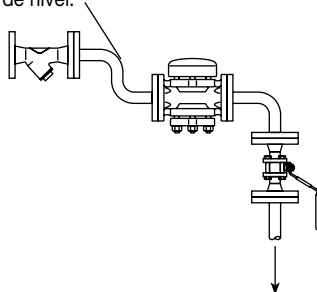

Fig. 3 Instalación típica
3.4 Instalarlo preferiblemente en una tubería horizontal con la tapa en la parte superior (ver Fig. 3). El purgador puede ser instalado en otras posiciones pero puede verse afectada a la vida útil.